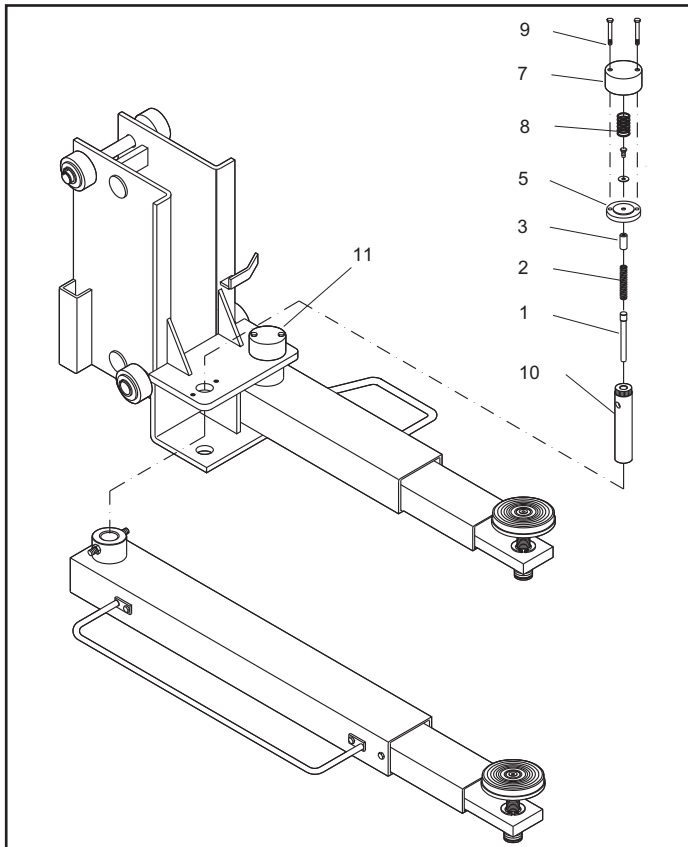

Fig.47
5 - (Fig.47) Inserire il perno spingimolla (1) nella spina dentata (10) e successivamente la molla (2), avendo cura di ingrassare le suddette parti prima di montarle.